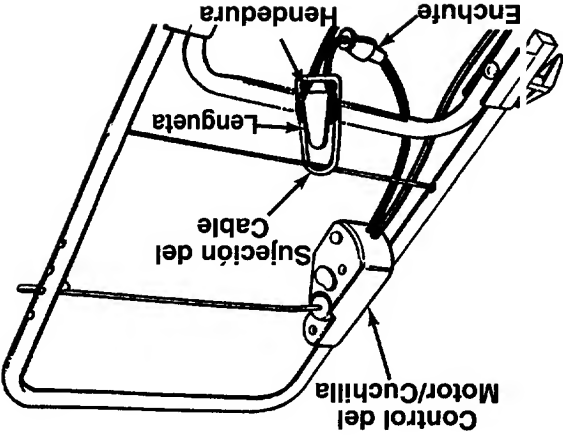

FIGURA 7.
- Une el cable de extensión a la sujeción del cable de la siguiente manera. Haga un lazo en el cable de extensión. Deje suficiente cable para hacer la conexión al control del motor/cuchilla (aproximadamente 20 pulgadas). Deslice el lazo a través de la herdedura en la parte inferior de la sujeción y sobre la lengüeta, para prevenir la desconexión del control del motor/cuchilla durante la operación. Deje suficiente cable para permitir que la sujeción del cable se mueva libremente de lado a lado. Vea la figura 7.